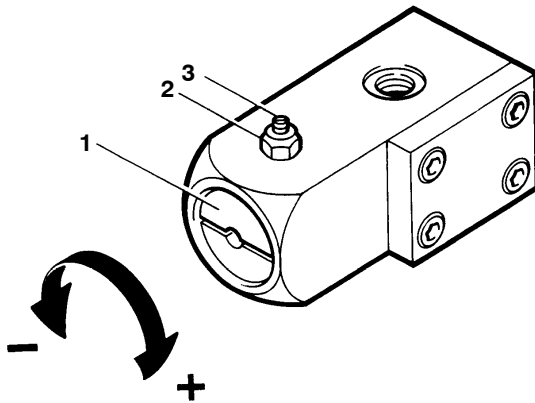

Abb. 34 Druckhalteventil
Das Druckhalteventil ist vom Werk auf den erforderlichen Druck eingestellt und erfordert im Normalfall keine Wartung bzw. Einstellung. Bei Verstellung kann der Öffnungsdruck mit der Schraube (1, Abb. 34) nachjustiert werden. Dazu zunächst Kontermutter (2) lösen und Stellschraube (3) etwas herausdrehen.